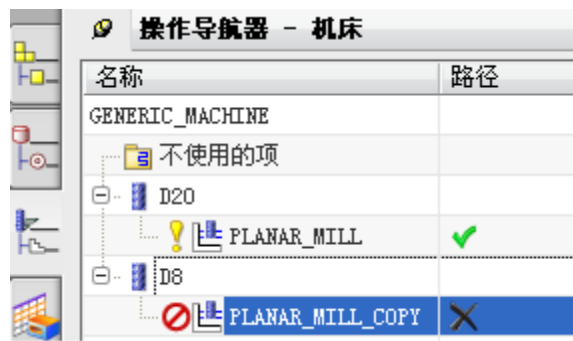

图 8-53
- 单击 PLANAR_MILL 操作，单击 MB3，打开快捷菜单，选择 COPY，复制此操作，单击刀具 D8，单击 MB3，打开快捷菜单，选择 paste inside，粘贴此操作，如图 8-53 所示。